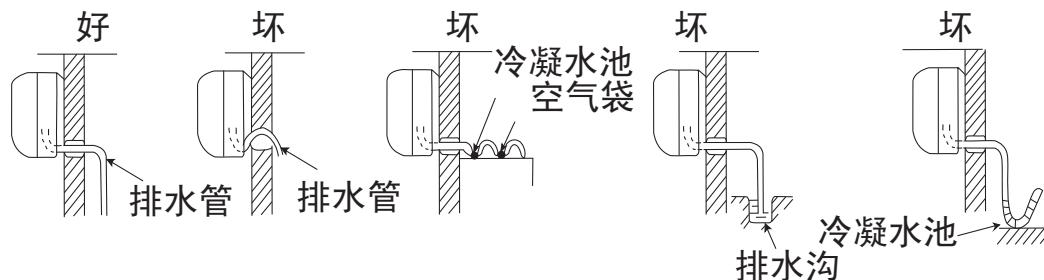

图27
- 用附件 ⑭ 排水管与室内机组的出水管连接起来。
- 如要使冷凝水流得舒畅，排水管应倾斜少许，如图27所示。